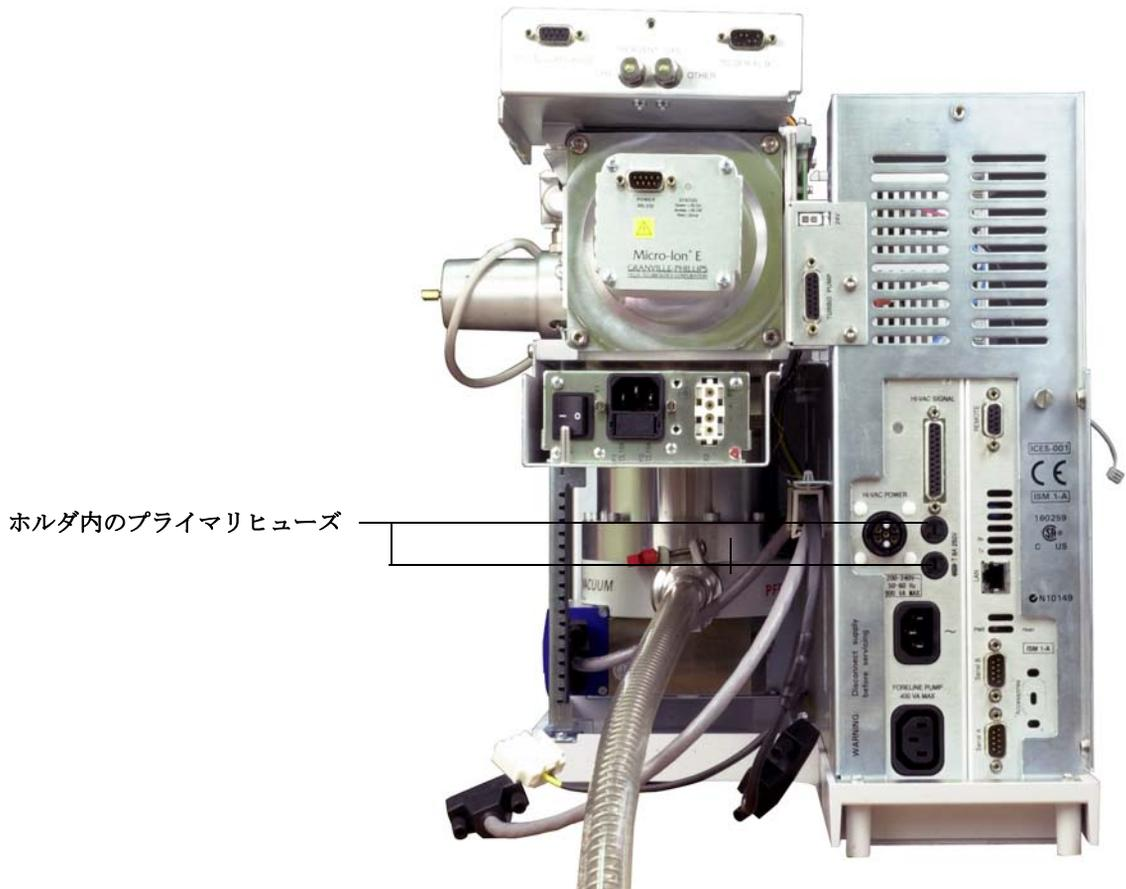

図 25 プライマリヒューズを交換するには
- 2 どちらかのヒューズホルダ (141 ページの 図 25) を、ホルダが飛び出すまで反時計回りに回します。ヒューズホルダはばねで留められています。